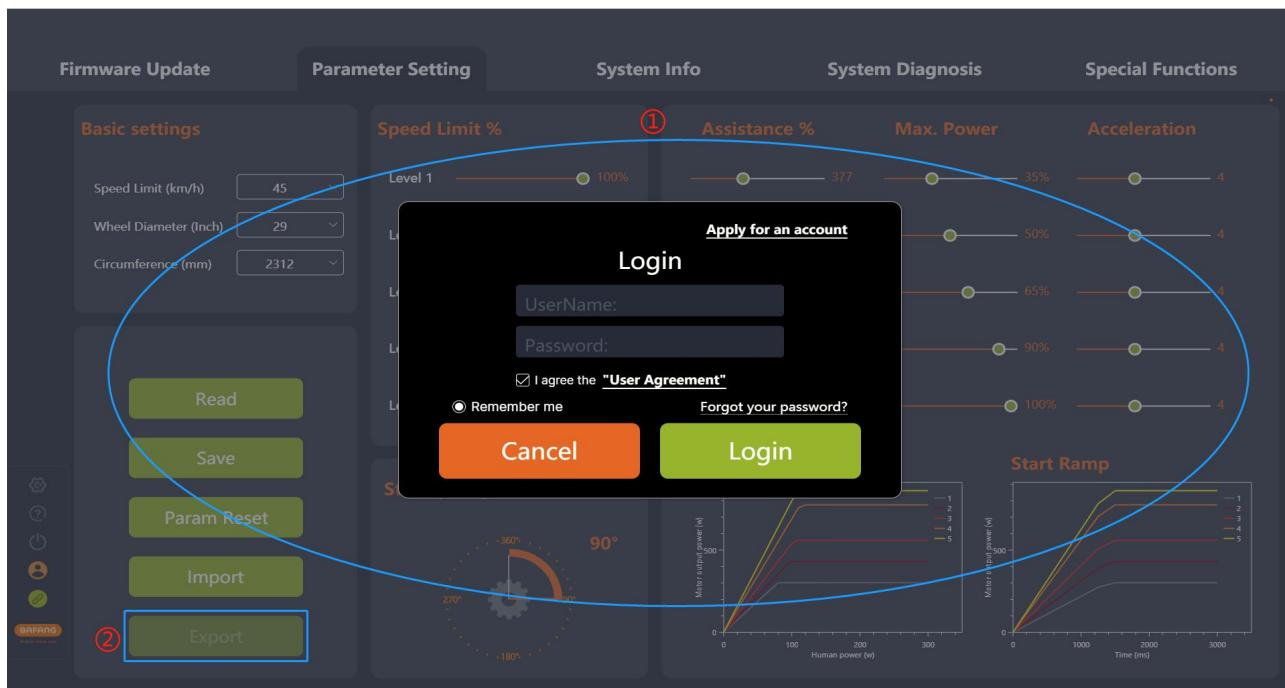

图 5-19 导出
- (1) 设置参数;
- (2) 点击“导出”，如未登录会弹出登录界面，提示用户登录（如图 5-19）；